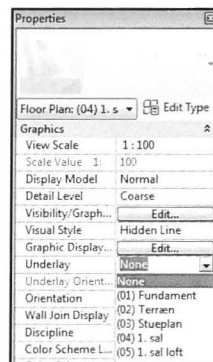

Fig. 07.46.
- Skjul nu underlaget (stueplanen), ved at gå i *Properties* og vælg *None* i *Underlay* (Fig. 07.46).